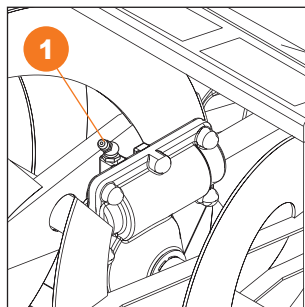

Рис. 23
- Во время обслуживания редуктора самостоятельно, снимите заглушку или открутите болт-заглушку ①, добавьте 30-50 гр. консистентной смазки и установите заглушку на место (Рис. 23).